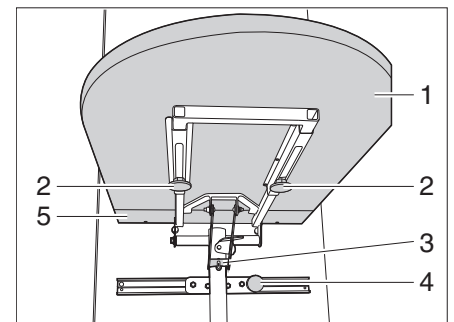

Bild 37 Klappstisch, Tischfußaufnahme
- Zwei Rändelschrauben (Bild 37,2) lösen und Tischplatte (Bild 37,1) nach vorne schieben.
- Tischplattenverlängerung (Bild 37,5) von der Tischplatte abnehmen.
- Tischplatte nach oben heben und Stütze (Bild 37,3) aushängen.
- Tischplatte (Bild 37,1) nach unten schwenken.
- Rändelschraube (Bild 37,4) lösen und Klappstuhl in gewünschte Position verschieben.
- Rändelschraube (Bild 37,4) wieder anziehen.